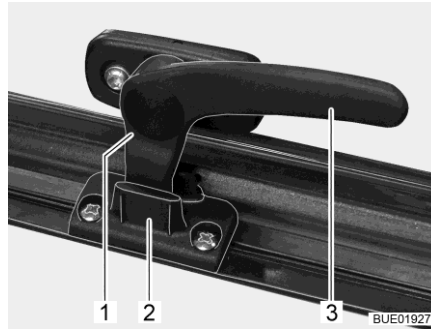

Fig. 13 Palanca de bloqueo en la posición de "ventilación continua"
- En la posición "ventilación continua" (Fig. 13)
- Girar la palanca de bloqueo (Fig. 13,3) un cuarto de vuelta hacia la mitad de la ventana.
- Girar la palanca de bloqueo un cuarto de vuelta hacia el marco de la ventana. El saliente de bloqueo (Fig. 13,1) se ha de introducir para ello en el rebaje del bloqueo de la ventana (Fig. 13,2).